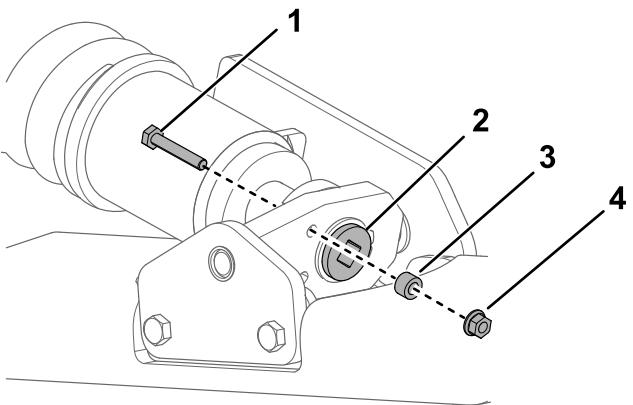

Bild 57
4. Entfernen Sie die Befestigungsschraube, Distanzstück und Mutter (**Bild 57**).
6. Fluchten Sie die am nächsten liegende Kerbe in der Spannschraube mit dem Loch der Befestigungsschraube aus und befestigen Sie die Schraube mit der Befestigungsschraube und Mutter (Bild 57).
- Entfernen Sie die Befestigungsschraube, Distanzstück und Mutter (Bild 57).
- Lösen Sie die Antriebsspannung mit einer Ratsche (½"), indem Sie die Spannschraube nach rechts drehen (Bild 57 und Bild 61).